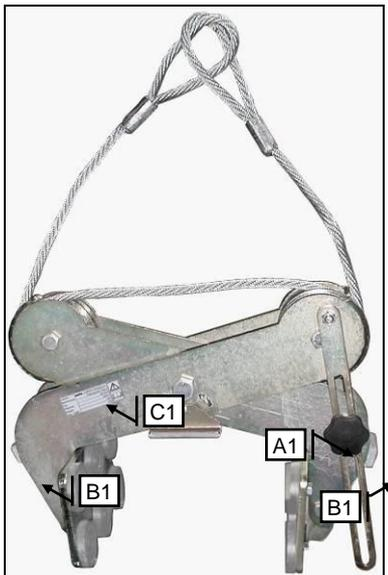

Abbildung 5.1 – Plattengreifer Riba gesichert und einsatzbereit
- Der Plattengreifer Riba, wie in Abbildung 5.1, ist einsatzbereit.